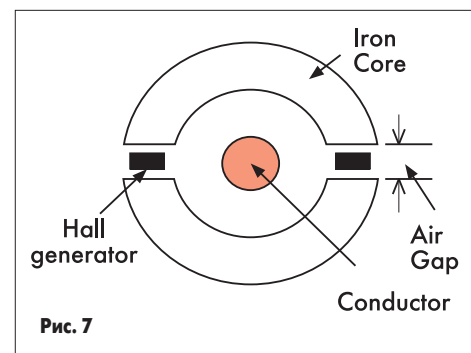

Рис. 7
- когда напряжение магнитного поля изменяется вследствие изменения тока в проводнике, реакция на изменение происходит мгновенно. Таким образом, форма электромагнитной волны переменного тока может быть определена и измерена с высокой точностью и небольшим фазовым сдвигом. Основная конструкция датчика в виде токовых клещей показана на рис. 7 (в зависимости от типа токового датчика используются один или два генератора Холла).